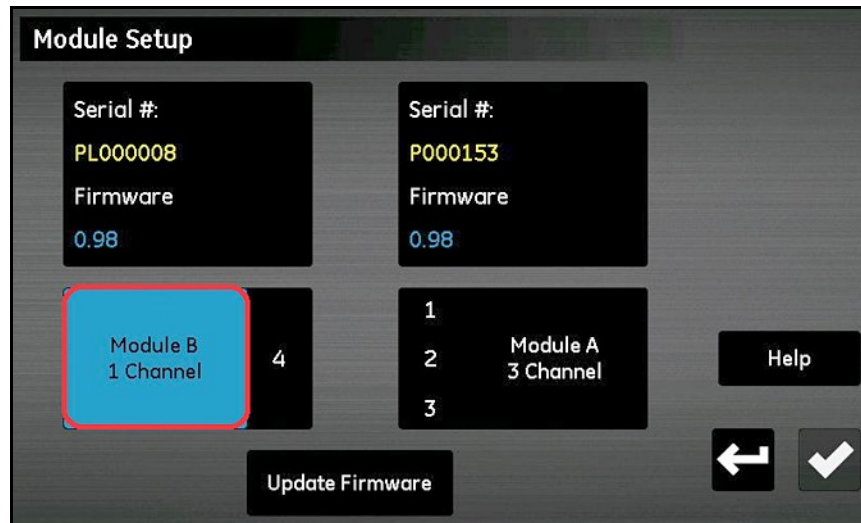

Figura 95: Selección del módulo
- Pulse el módulo que requiera la actualización de firmware. El módulo se mostrará resaltado en color azul y el botón **Actualizar firmware** pasará a estar disponible (consulte la *Figura 95*). Si el botón **Actualizar firmware** aparece atenuado, asegúrese de que la unidad USB de memoria flash esté bien conectada al puerto USB.